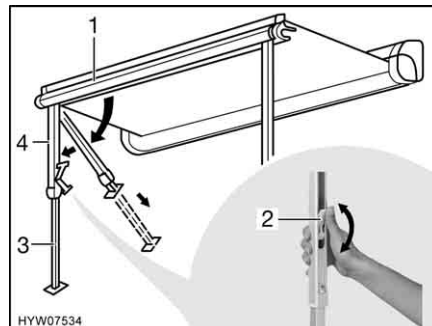

Fig. 25 Installazione dei montanti di supporto
- Rimuovere i montanti di supporto (Fig. 25,4) dal listello anteriore (Fig. 25,1) esercitando una leggera pressione verso l'esterno, quindi ribaltarli e collocarli.
- Aprire il bloccaggio sui montanti di supporto. A tal fine ripiegare la leva di serraggio (Fig. 25,2) verso l'alto.
- Estrarre la parte inferiore dei montanti di supporto (Fig. 25,3) fino alla lunghezza desiderata.
- Chiudere il bloccaggio presente sui montanti di supporto. A tale scopo, spingere la leva di serraggio (Fig. 25,2) verso l'alto.